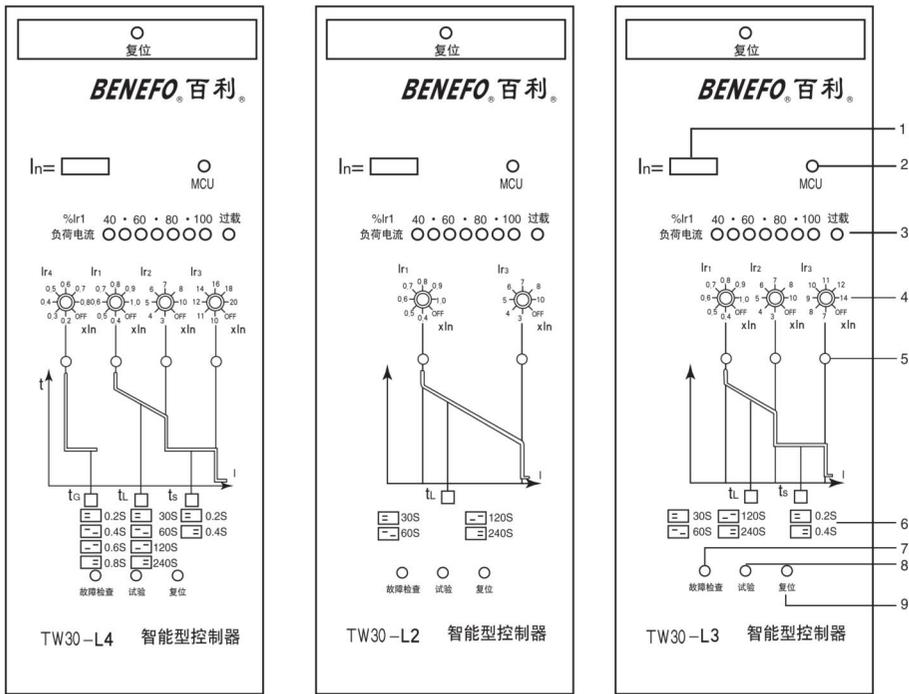

图9
4.8.12 TW30-L型智能控制器面板见图9
L型控制器参数整定可在非工作状态下进行。整定电流值时用专用工具(小型钟表用的螺丝刀)旋转编码开关至所需刻度值位置即可。整定时间值时, 使拨动开关移动到所需时间图示位置见图9。注意, 各指向刻度和位置必须到位, 不得停留在两刻度值的中间位置, 同时各种保护参数不得交叉设定, 还要求 $I_{r1} < I_{r2} < I_{r3}$ 。L型控制器的各种保护设有“OFF”退出位置, 表示不要此项功能, 用户根据实际应用可重新组合保护特性。脱扣器参数全部调整结束后按复位键。